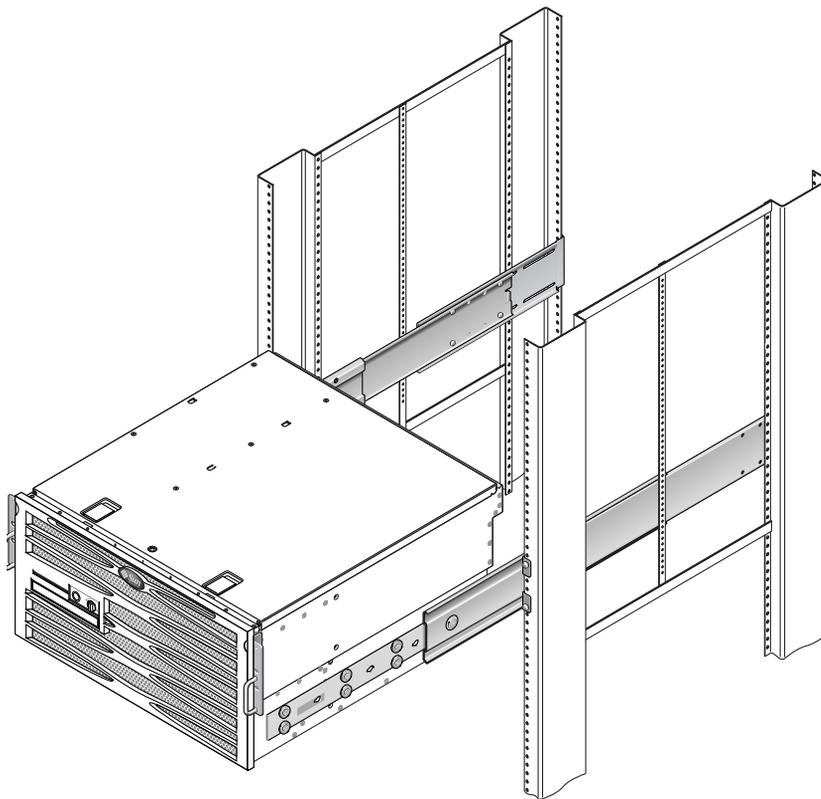

FIGURA 3-13 Deslizamiento del sistema en el interior del bastidor
14. Empuje los botones de deslizamiento y mueva todo el sistema hasta el fondo del espacio del bastidor (FIGURA 3-13).